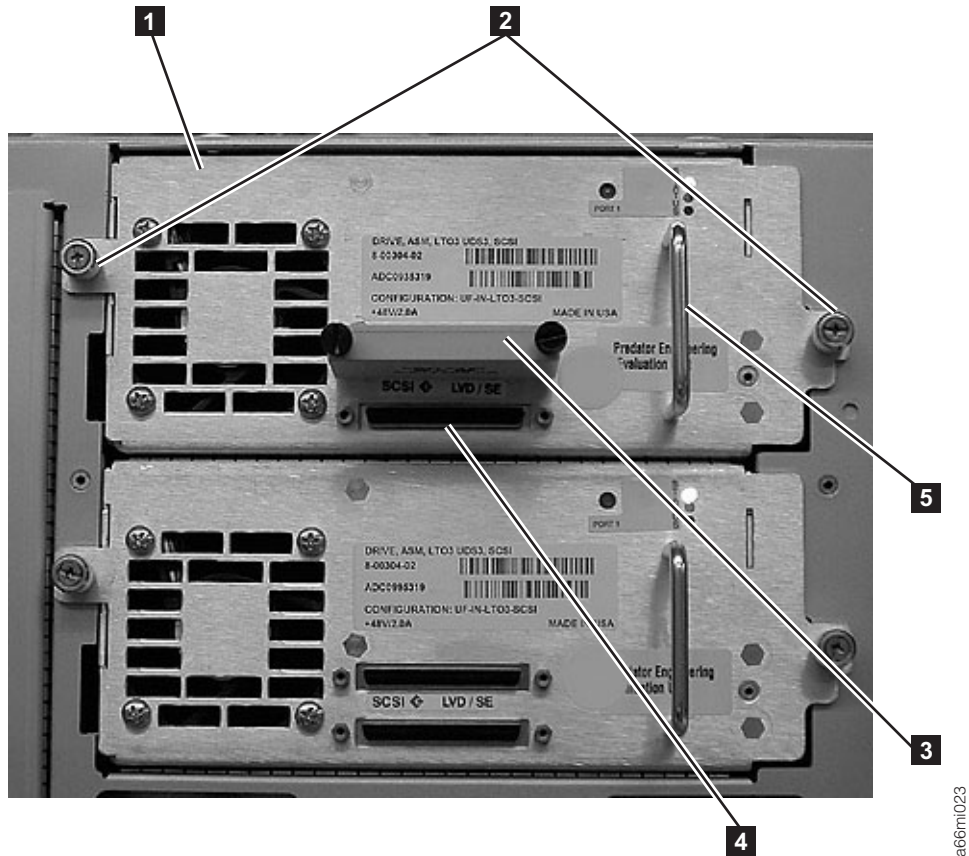

Figura 11-5. Módulo de control con dos guías de unidad
- b. Cuando la guía de unidad esté en la posición correcta (**1** de la Figura 11-5 en la página 11-8), apriete los tornillos de mano (**2** de la Figura 11-5 en la página 11-8) girándolos en el sentido de las agujas del reloj para fijar la unidad al módulo.
- c. Conecte los cables de la interfaz de host a la unidad. En la configuración de ejemplo que se muestra en la Figura 11-5, el conector SCSI situado en la
parte inferior (**4** de la Figura 11-5 en la página 11-8) se utiliza para enlazar el módulo al host, y el terminador del bus SCSI está conectado al conector situado en la parte superior (**3** de la Figura 11-5 en la página 11-8).
3. Afloje los dos tornillos de mano (**2** de la Figura 11-5 en la página 11-8) que sujetan la unidad en su posición girándolos en el sentido contrario a las agujas del reloj.
4. Deslice la unidad para extraerla del módulo de biblioteca. Sujete el asa (**5** de la Figura 11-5 en la página 11-8) y tire suavemente de la unidad hacia usted sujetándola por debajo.
2. Apriete los dos tornillos de mano (**2** de la Figura 11-5 en la página 11-8) que sujetan la unidad en su posición girándolos en el sentido de las agujas del reloj.